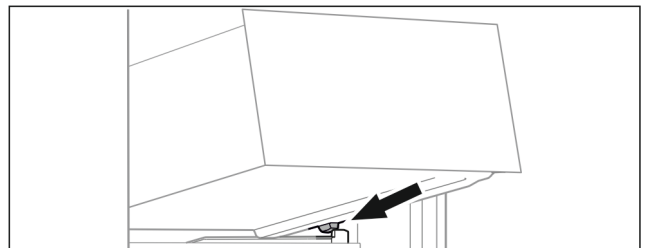

Fig. 69
- ▶ Placer le tiroir, en l'inclinant, derrière les butées sur la nervure de récipient. (voir Fig. 69)